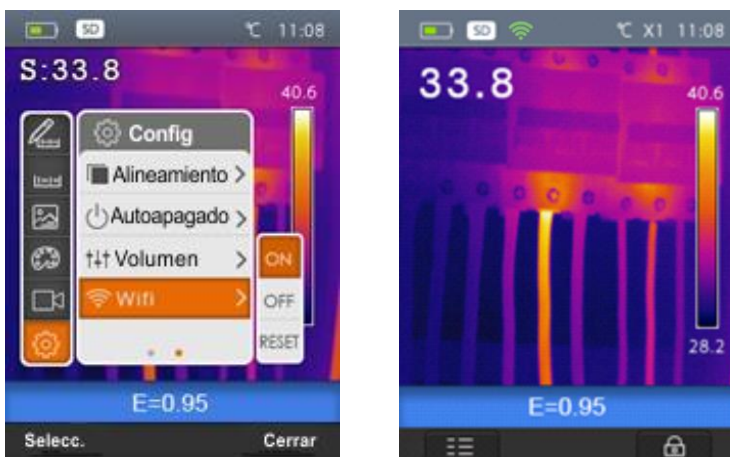

Fig. 16: Configuración conexión WiFi
1. Seleccione la opción "WiFi" con las teclas $\oplus$ o $\ominus$ y pulse la tecla . La pantalla de la Fig. 16 – parte izquierda se muestra en el visualizador
2. Use las teclas  o  para la selección de las opciones "ON" (activación - el símbolo "WiFi" aparece en pantalla como se muestra en la Fig. 16 – parte derecha) y "OFF" (desactivación)